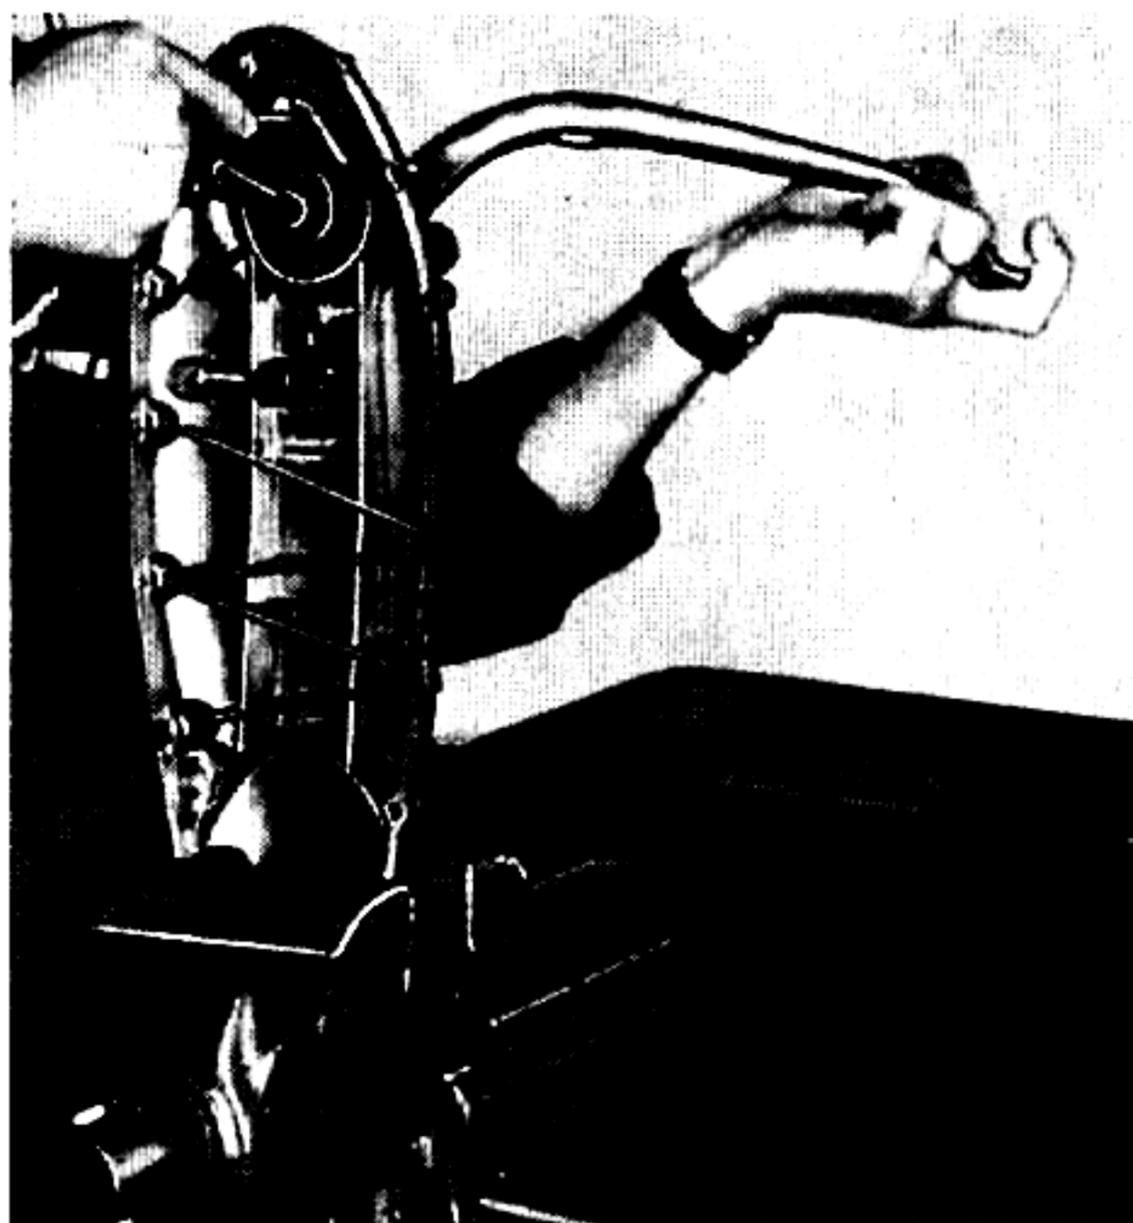

Fig. 3
- 7 Smontare l'albero avviamento: mettere in morsa il coperchio del carter, ruotare il pedale avviamento fino a fine corsa e mantenendolo in questa posizione, smontare la camma (chiave da 10). Vedi fig. 3. Levare l'anello Seeger di fermo del pedale, svitare il bullone di fissaggio (chiave da 11) e sfilare il pedale di quanto basta perchè possa ruotare libero dal suo fermo, sempre restando innestato sull'albero avviamento.